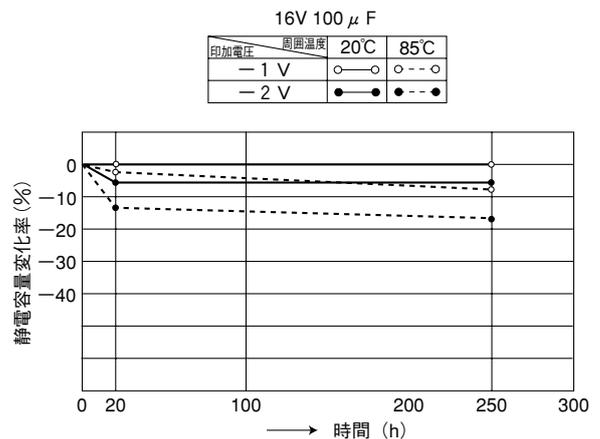

図 2-3 逆電圧印加による静電容量特性
- (1) 逆印加電圧が高いと大きな電流が流れます。逆印加電圧 V_c と、電流 I_c によるワット損失($W=V_c \times I_c$)により発熱します。発熱によってさらに電流は増加します。電流による発熱と、電解液の電気分解によって発生したガスによりコンデンサの内圧が上昇し短時間で圧力弁作動状態となります。
- (2) 逆印加電圧が低く、流れる電流が小さい場合には、印加した当初はワット損失によって発熱しますが電解液の化成性により、陰極アルミニウム箔表面に酸化皮膜が生成し、電流が減少していきます。逆電圧を印加したときの印加時間と静電容量変化を(図 2-3)に示します。陰極アルミニウム箔表面に酸化皮膜が形成されたことにより、陰極箔容量が減少したためです。また電解液の消費により、損失角の正接 ($\tan \delta$) は増加します。